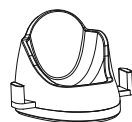

Bild 3
2. Sie können die Ladestation auch auf einer ebenen Fläche (z. B. Tisch) abstellen (Bild 3).